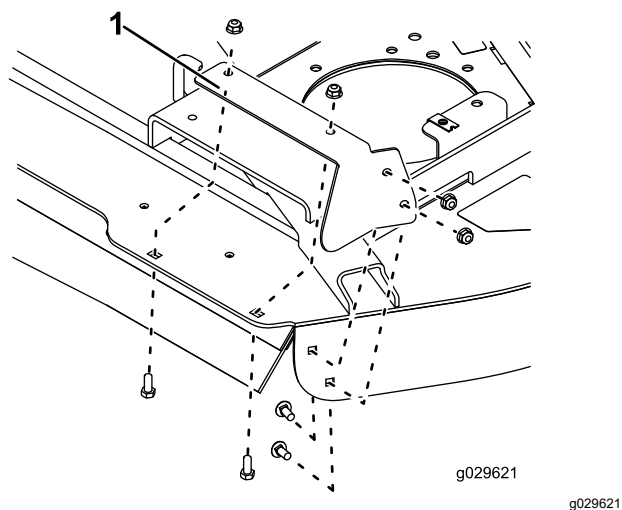

図 12
7. 右側フットシールドを、デッキ上面と側面に取り付けるキャリッジボルト5/16 x 3/4 インチ 4本とナット5/16 インチ4個を使用して図 12のように取り付ける。